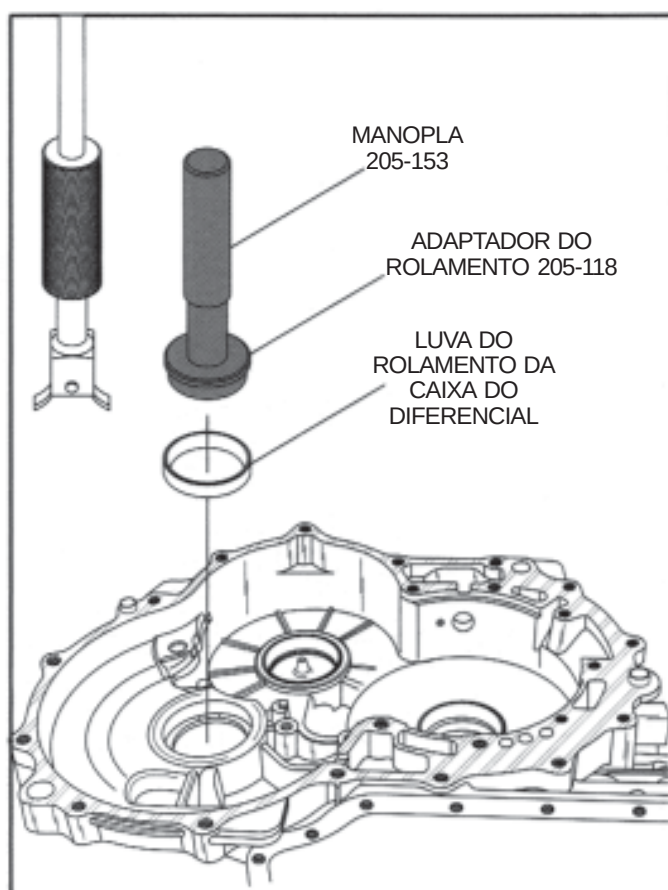

Figura 120
21. Instale na carcaça a nova luva do rolamento do diferencial utilizando ferramenta apropriada (Vide Figura 120).